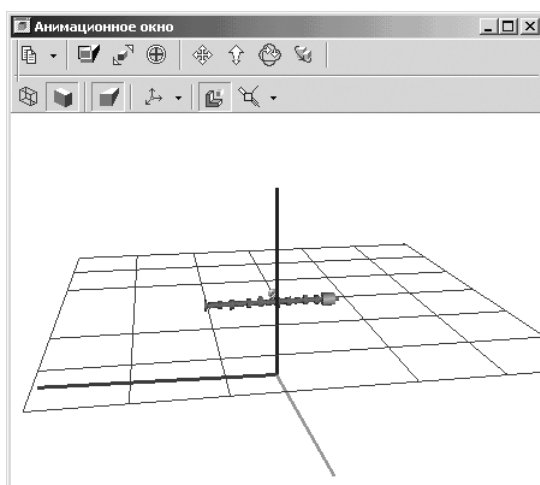

Рис. 1.109. Возможное состояние **Анимационного окна** для сборки **кулачок – клапан** при его открытии
- щелкните на панели инструментов  по кнопке  – **Открыть анимационное окно**. Появится **Анимационное окно**. Для сборки кулачок – **клапан** возможное состояние окна показано на рис. 1.109.